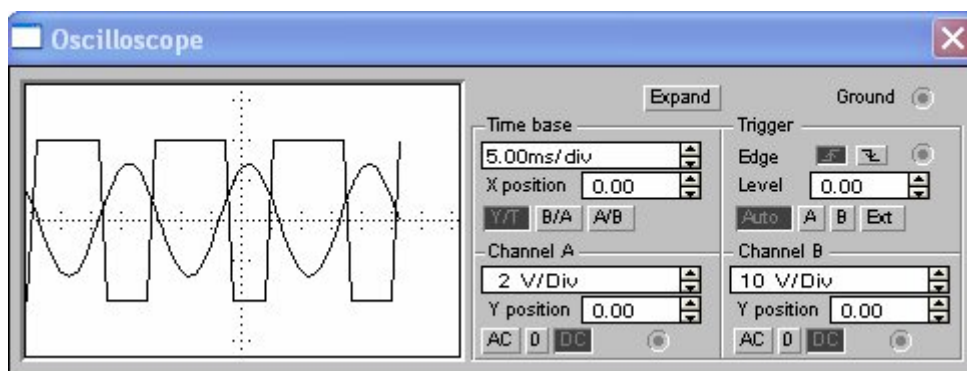

Рисунок 32 – Осциллограммы входного и выходного сигналов
20. Развернуть и настроить осциллограф, изменяя чувствительность и длительность развертки. На экране можно наблюдать входной и выходной сигналы (рисунок 32)